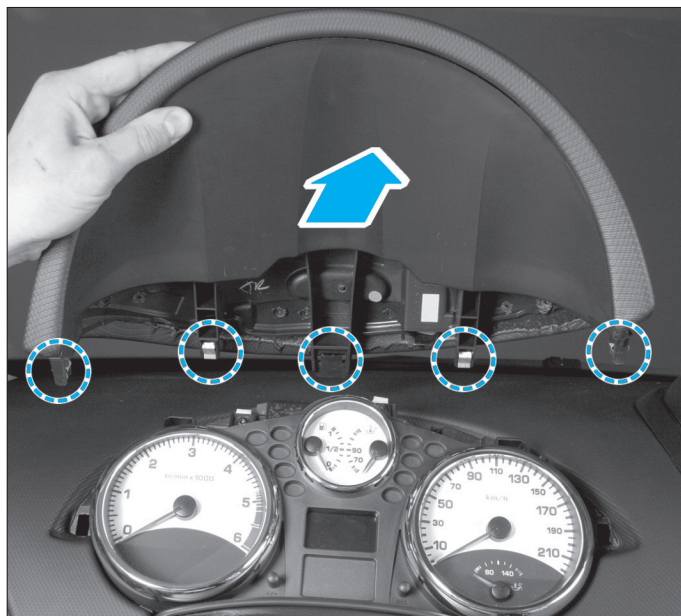

Fig. 30
- Déposer la visière du combiné d'instruments en la tirant vers le haut. Celle-ci est maintenue sur la planche au moyen de 4 agrafes et d'un guide (Fig.30).